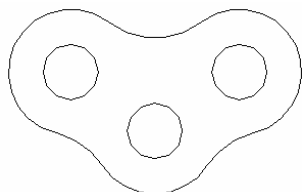

图 4-38
3. 绘制一个机械平面图。如图 4-38 所示。
(6)单击【修改】工具栏上的【修剪】按钮,将所绘制的图表进行修剪,关闭轴线图层,最终效果如图 4-38 所示。